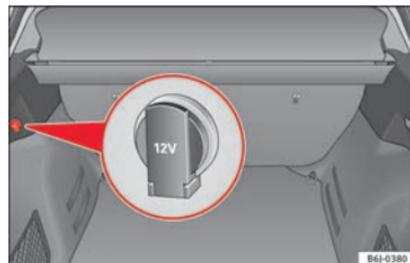

Fig. 115 Détail du revêtement latéral du coffre à bagages : prise de courant de 12 volts
- Levez le cache de la prise de courant » fig. 115.